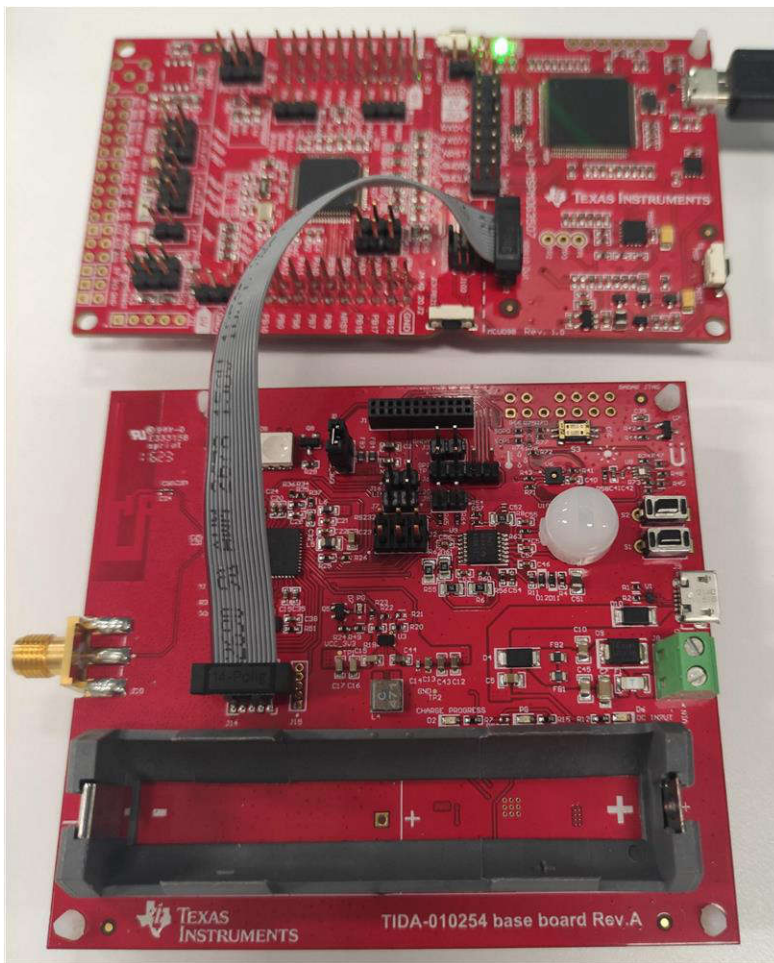

図 3-6. ケーブルの接続
1. 図 3-6 に示すように、10 ピンのフラットリボン ケーブルを使用して、ベース基板の JTAG コネクタ (J14) を LaunchPad の XDS110 出力コネクタに接続します。